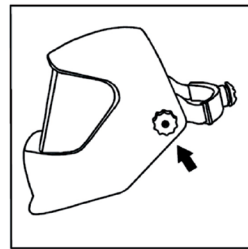

Рис. 4
6.5.2 Можна змінити кут маски шляхом регулювання гвинтів на двох сторонах маски (рис. 4).